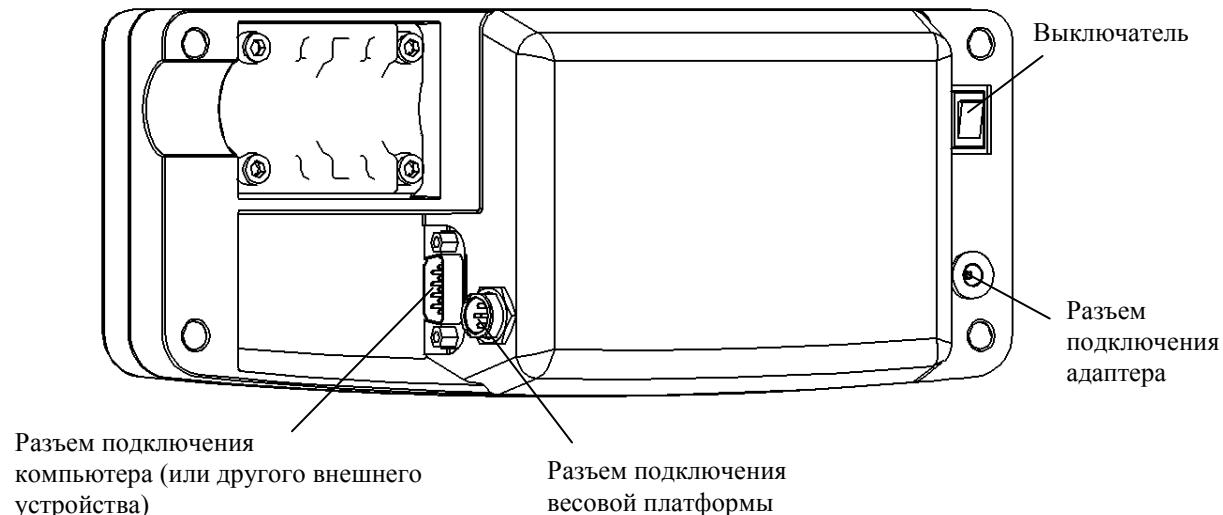

Рис. 6.3 - Устройство индикации
Весы состоят из весовой платформы и устройства индикации (Рис. 6.1 - Рис. 6.3).
- Подсоединить разъем весовой платформы к устройству индикации (Рис. 6.3).